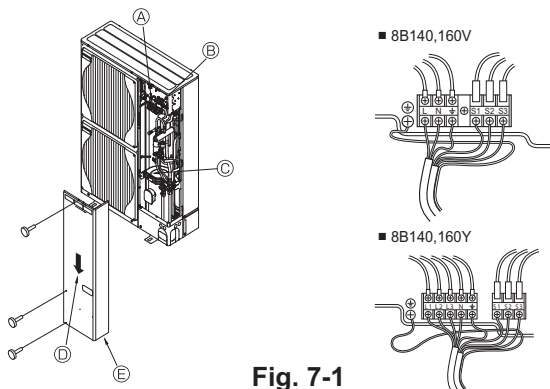

Fig. 7-1
### 7.1. Εξωτερική μονάδα (Fig. 7-1)
- ① Αφαιρέστε το πλαίσιο συντήρησης.
- ② Συνδέστε τα καλώδια σύμφωνα με την εικόνα Fig. 7-1.